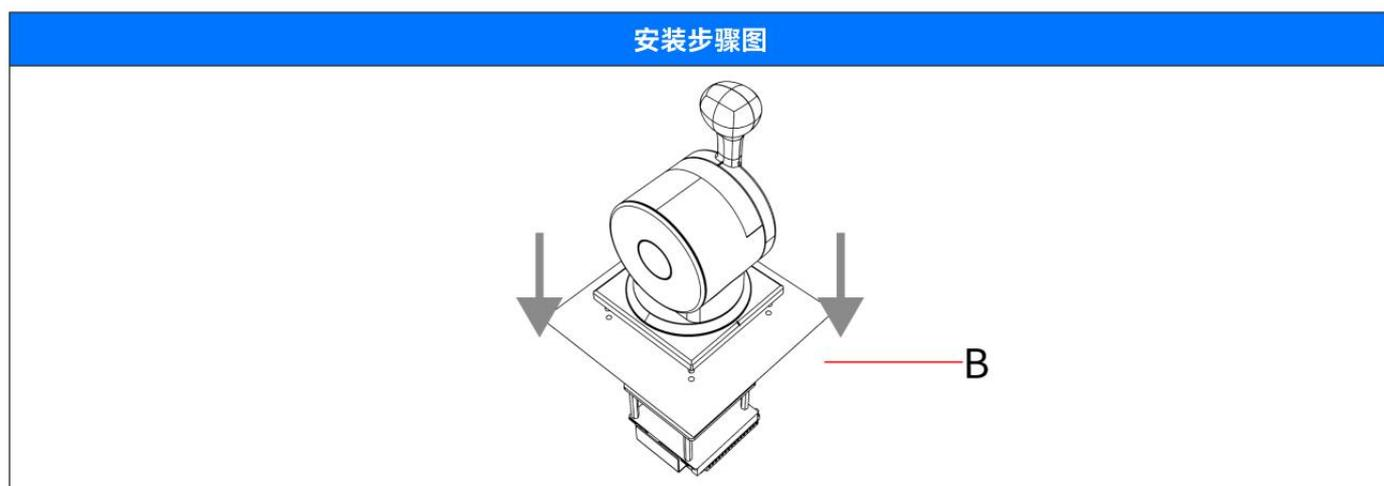

图3.2
2. 如图3.2，将手柄竖直放置于安装板开孔内，并将螺丝对准螺孔B，遇到凸出部分可将手柄旋转或倾斜放入。